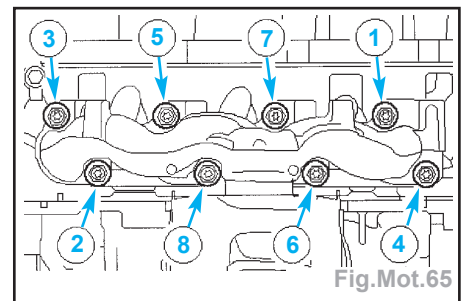

Fig.Mot.65
- Déposer les écrous de fixation de collecteur d'échappement dans l'ordre indiqué (Fig.Mot.65).